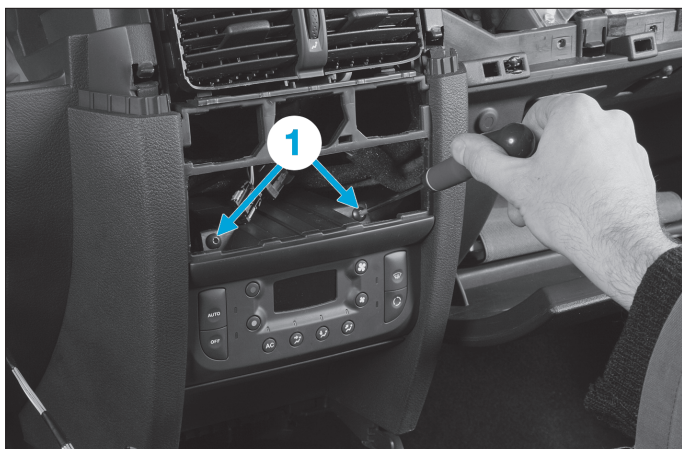

Fig. 16
- les deux vis (1) de fixation du tableau de commande (Fig.16),